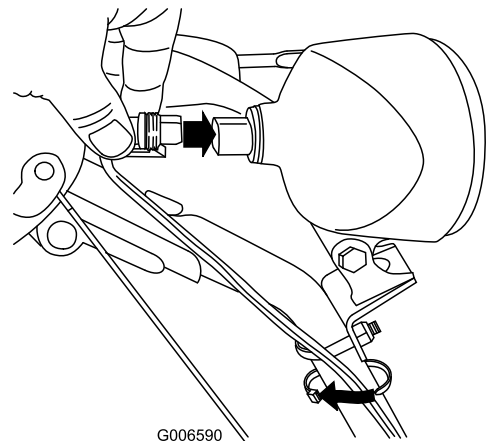

Bild 62
- Setzen Sie den Kabelanschluss hinten am Scheinwerfer gerade ein, bis er fest sitzt (Bild 62).